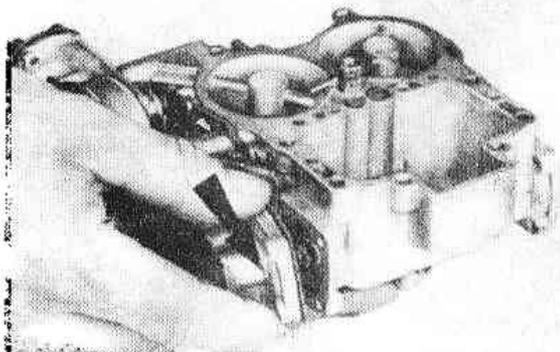

Рис.3.56. Снятие диафрагмы ускорительного насоса (Разд.26)
10. Выверните четыре винта и снимите диафрагму ускорительного насоса, стараясь не потерять пружину (Рис.3.56).